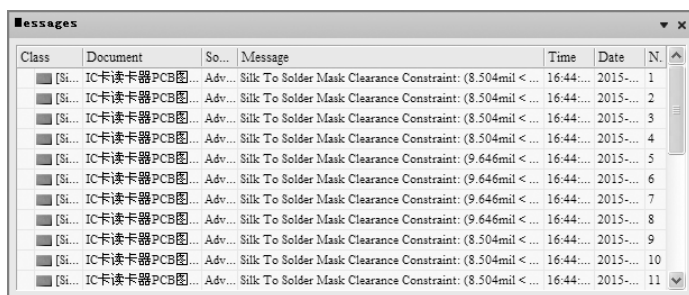

图 10-7 “Messages” 面板 1
3) 系统执行批处理 DRC，运行结果在“Messages”（信息）面板中显示出来，如图 10-7 所示。系统生成了 70 余项 DRC 警告，其中大部分是未布线警告，这是因为我们未在 DRC 运行之前禁止该规则的检查。这种 DRC 警告信息对我们并没有帮助，反而使“Messages”（信息）面板变得杂乱。